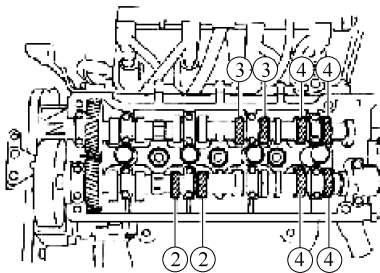

图 1-118 检查气门间隙
② 将曲轴带轮传动一周(360°)，将槽口与 1 号正时带盖的“0”正时记号对齐。
③ 仅检查图 1-118 中所示的气门。测量气门间隙。